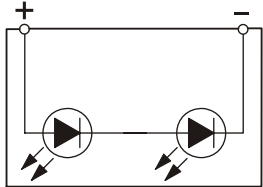

Рис. 3
3. Подключите индикатор срабатывания в соответствии со схемой соединений (рис. 3).
## Подключение FDAI92EX (рис. 3)